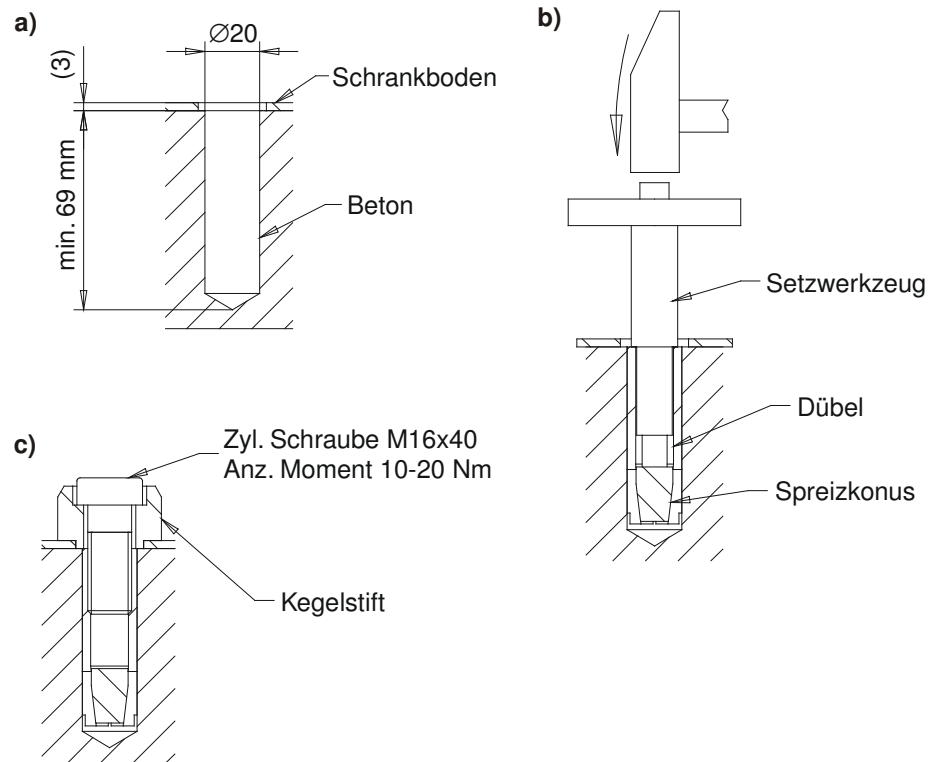

Bild 6-22
- a. Den Schrankboden als Bohrschablone für das Bohren der vier Dübellöcher verwenden. Mit Hartmetall-Hammerbohrer wie in Bild 6-22/a bohren. Das Bohrmehl aus dem Bohrloch entfernen.
- b. Die beiliegenden Dübel in das Bohrloch einführen und mit leichten Hammerschlägen eintreiben. Den Spreizkonus im Dübel mit dem Einschlagwerkzeug nach Bild 6-22/b so weit eintreiben, bis der Bund des Werkzeuges auf dem Dübel aufsitzt.
- c. Die Kegelstifte des Schrankes zentriert auf die Löcher der Bodenplatte setzen und mittels der mitgelieferten Zylinderschrauben entsprechend Bild 6-22/c montieren. Das Anzugsmoment beträgt 10 – 20 Nm.